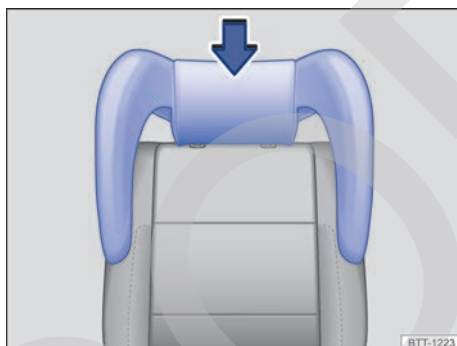

Fig. 32 Asiento integrado para niños: montaje del apoyacabezas con elementos laterales.
El asiento integrado para niños puede equiparse con un *apoyacabezas con elementos laterales* → fig. 32.
- Introduzca el apoyacabezas del asiento para niños en las guías del respaldo trasero correspondiente hasta que encastre correctamente → fig. 32.